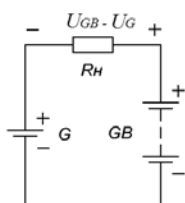

Рис. 1. Принцип получения разностного напряжения от двух источников
При этом, полярность напряжения будет со знаком батареи с большим напряжением. Например, возьмём гальванический элемент типа АА (316) с напряжением 1,5 В и плоскую батарею (КБСЛ) с напряжением 4,5 В. (рис. 1). Соединим между собой “минусовые” выводы, а между “плюсами” включим нагрузку и измерим на ней напряжение, оно составит 3 В и “плюс” этого напряжения будет на плоской батарее, а “минус” – на гальваническом элементе.